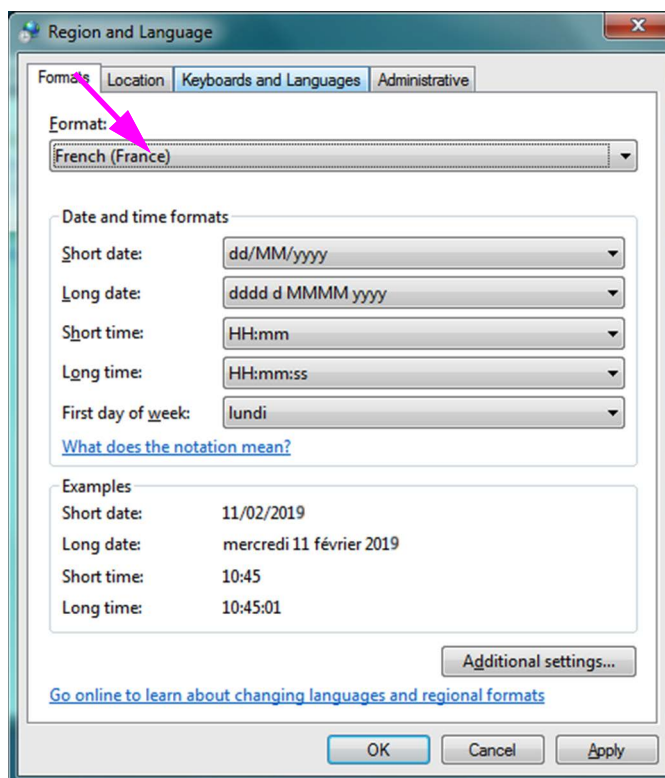

Figure C-5. Écran Region and Language (Région et langue) – Nouvelle langue affichée
- Après avoir sélectionné la nouvelle langue, le menu déroulant se ferme et la langue nouvellement sélectionnée apparaît alors dans le menu déroulant Format. Dans l'exemple montré, **French (Français)** est sélectionné. L'écran Region and Language (Région et langue) affiche désormais French (Français) dans le menu déroulant Format (voir la Figure C-5).